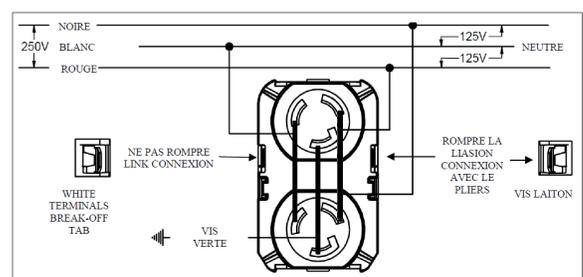

Fig. 6
- Pour le schéma de câblage typique, voir Fig. 6 et tableau 1.